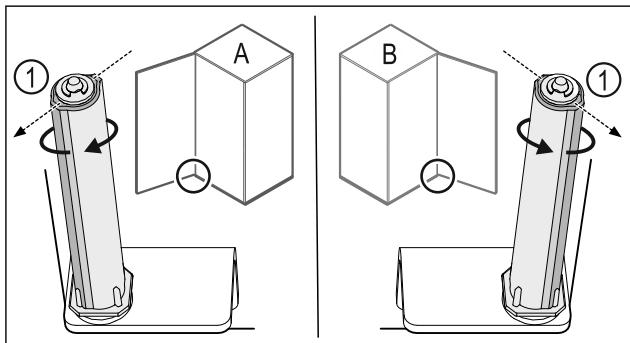

Fig. 41 Okretanje nalijevo (**A**) / okretanje nadesno (**B**)
- Okrećite sustav zatvaranja do kraja dok lamela sustava zatvaranja Fig. 41 (1) ne bude usmjerenja prema van.